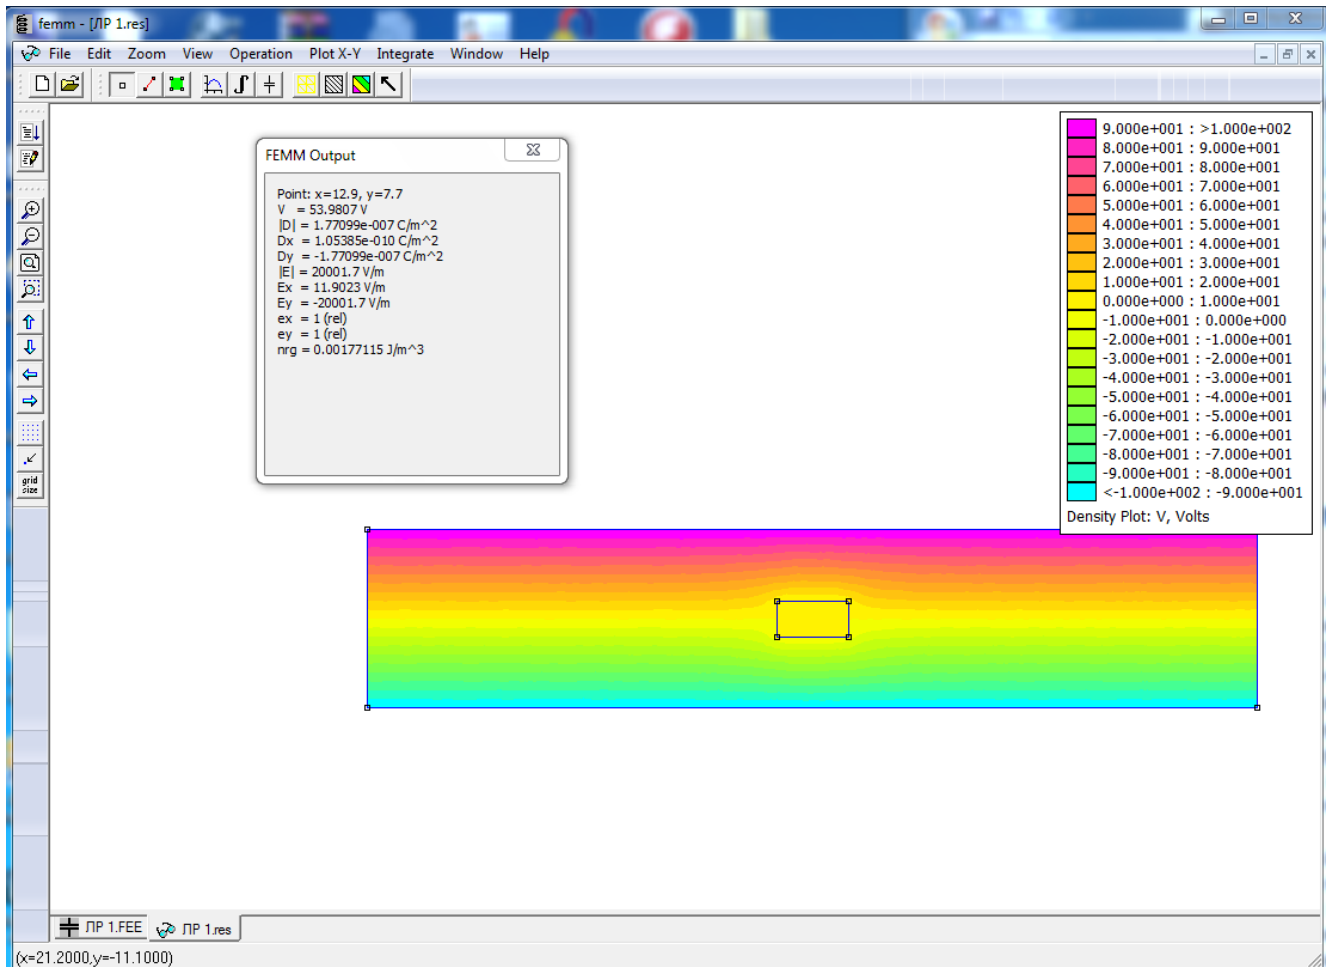

Рисунок 2.4. – Распределение электростатического поля по расчетной области
Для отображения результатов нажать кнопку панели задач с изображением очков  или выполнить команду главного меню «*Analysis* → *Results*» (рисунок 2.4). По умолчанию на экране появится цветная картина, отражающая интенсивность поля. Для изображения силовых линий выполнить команду «*View* → *Contour Plot*» и в появившемся диалоговом окне поставить галочку напротив поля **Show equipotential lines**, нажать "OK" или нажать кнопку с изображением квадрата с чёрной штриховкой . Для изображения вектора напряжённости поля выбрать команду «*View* → *Vector Plot*» или нажать кнопку с изображением стрелки . Появится диалоговое окно *Vector Plot Options* в выпадающем списке *Vector Plot Type* выбрать *Electric Field Intensity (E)*.